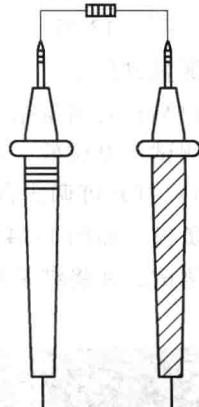

图 1-10 测量电阻示意图
3) 选择三个电阻，在每个量程下分别测试，测试时表笔并联在电阻两端，如图 1-10 所示（无正负关系）。记录每个电阻在各个量程时万用表的显示结果，并将结果填入表 1-3 中。